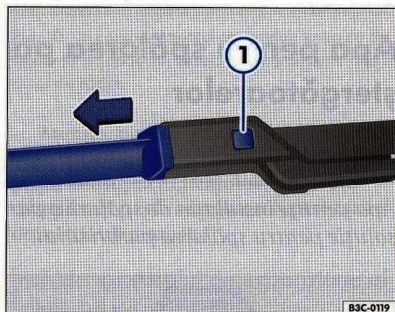

Fig. 13 Schimbarea lamelelor ștergătoarelor.
- Mențineți tasta de deblocare ⇒ fig. 13 ① apăsată și trageți lamela în sensul indicat de săgeată.